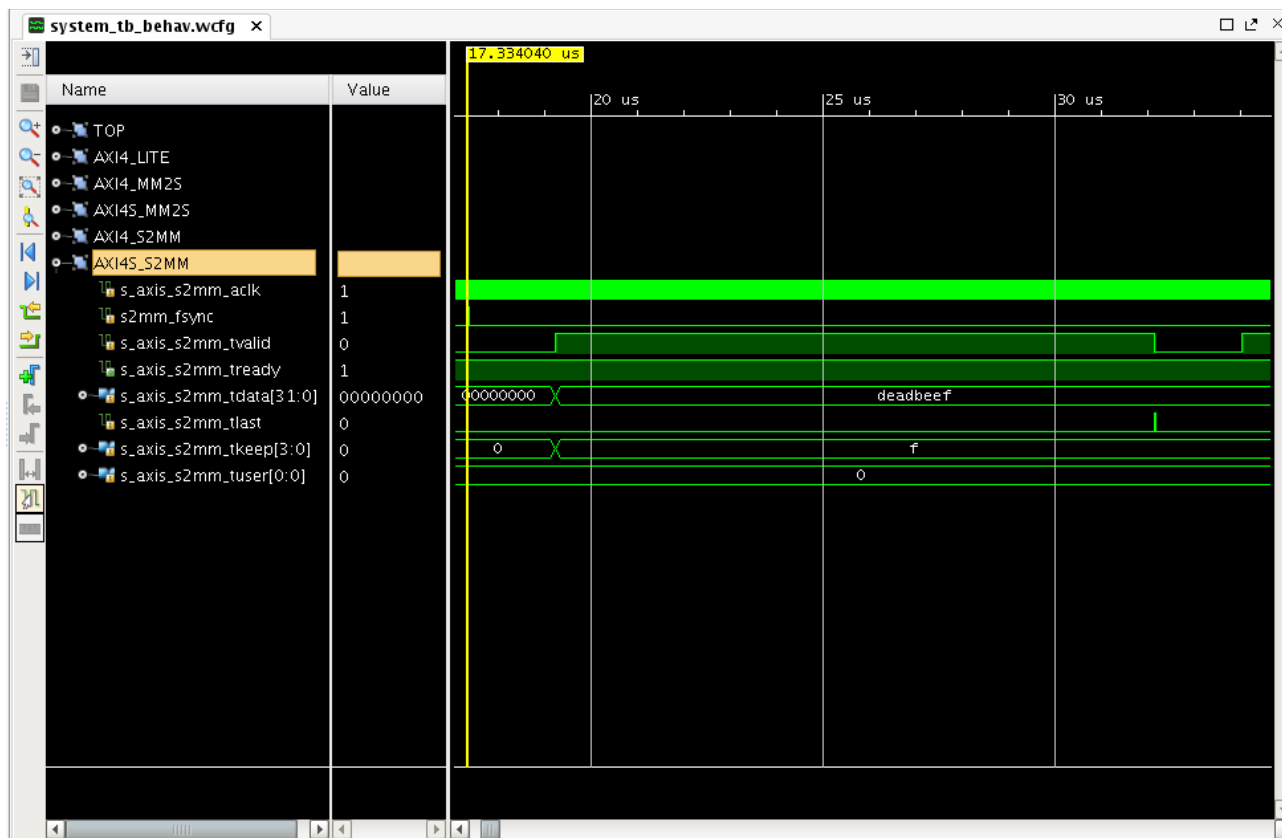

図 6: AXI4S_S2MM – 水平ラインの終了
- AXI4S_S2MM グループを展開し、17.3 μ s ~ 34.0 μ s 間を拡大表示します。この期間、fsync がアサートされ、fsync から 280 クロック後に tvalid (AXI4-Stream マスター BFM によるアサート) がアサートされます。tvalid が 1920 クロック間アサートされ、1920 クロック目に tlast がアサートされて水平ラインの終了を示します。tready (AXI VDMA コアが生成) がアサートされた後、AXI4-Stream インターフェイスからの書き込みデータの準備完了を fsync が示します。これが次のラインでも繰り返されます (280 クロックのブランキング期間と、1 ラインに対して 1920 tvalid クロック)。図 6 にこの様子を示します。